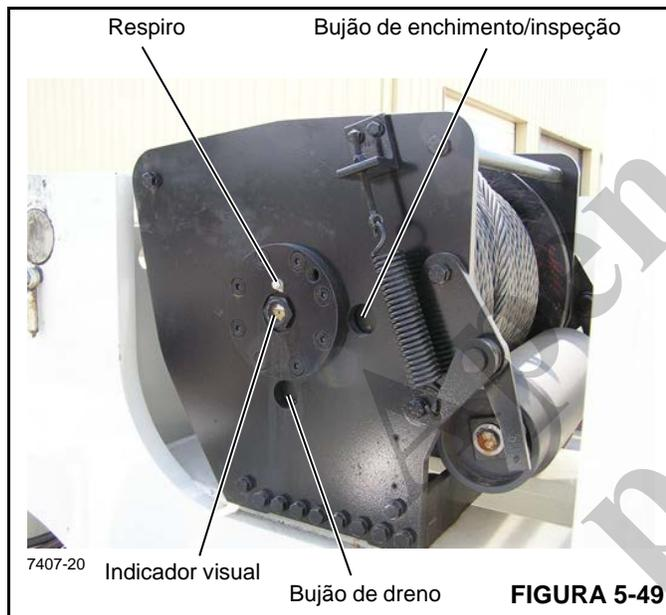

FIGURA 5-49
2. Gire o tambor do guincho até o bujão do dreno ficar visível através do furo inferior no suporte de montagem lateral (Figura 5-49).
3. Limpe em torno do respiro da caixa de engrenagens Figura 5-49 e do bujão de enchimento/inspeção. Remova o respiro da caixa de engrenagens e limpe-o com um solvente adequado. Em seguida, reinstale-o na caixa de engrenagens.